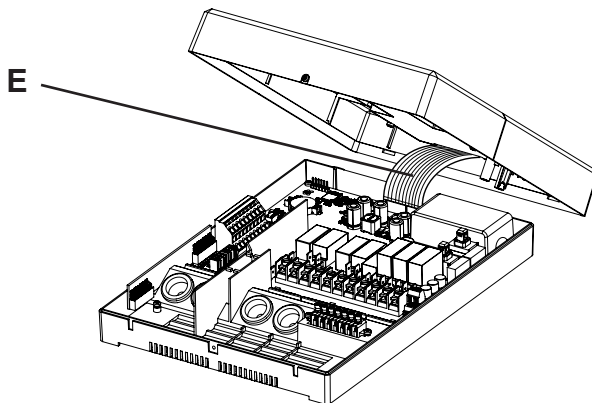

Fig.3 Desenchufar el cable plano
3. Tire con cuidado del cable plano **E** para soltarlo de la hembrilla de conexión (**Fig.3**).